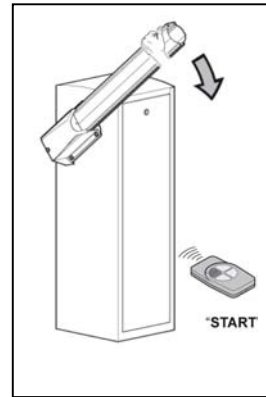

Abb. 6
2.) Die Steuereinheit elektrisch anschließen. Nun ein Stück Schrankenbaum (ca.1m) in die Baumaufnahme stecken. Geben jetzt einen "Startbefehl" um die Baumaufnahme in die waagerechte Position zu bringen und hierbei zusätzlich den Schrankenbaum nach unten ziehen, damit das Untersetzungsgetriebe die Kraft der vorgeeichten Feder überwinden kann. (s. **Abb. 6**)